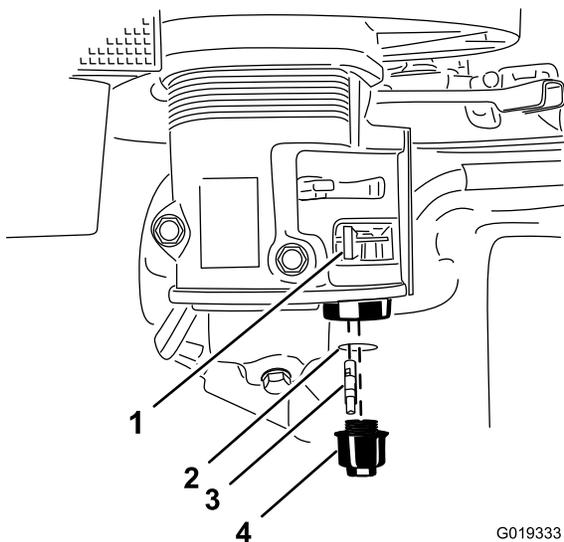

Figure 51
3. Tournez le robinet d'arrivée de carburant complètement à gauche en position FERMÉE (Figure 51).
4. Dévissez la cuvette de décantation (Figure 51).
5. Déposez et conservez le filtre à carburant et le joint torique (Figure 51).
8. Posez le filtre à carburant au fond du carburateur (Figure 51).